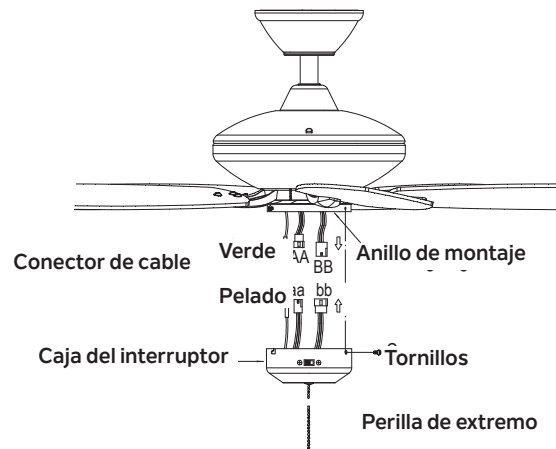

Fig. 15
**Paso 1.** Sosteniendo la caja del interruptor debajo del ventilador de techo, aplica presión a los conectores cuadrados para cables para juntarlos. Uno desde el ventilador y otro desde la caja del interruptor. Conecta el cable verde de tierra con el cable desnudo (Fig. 15)
**Paso 2.** Con cuidado mete todos los cables dentro de la caja del interruptor. Instala la caja del interruptor en el anillo de montaje con los tornillos incluidos. Asegúrate de que cada tornillo quede ajustado. (Fig. 15)